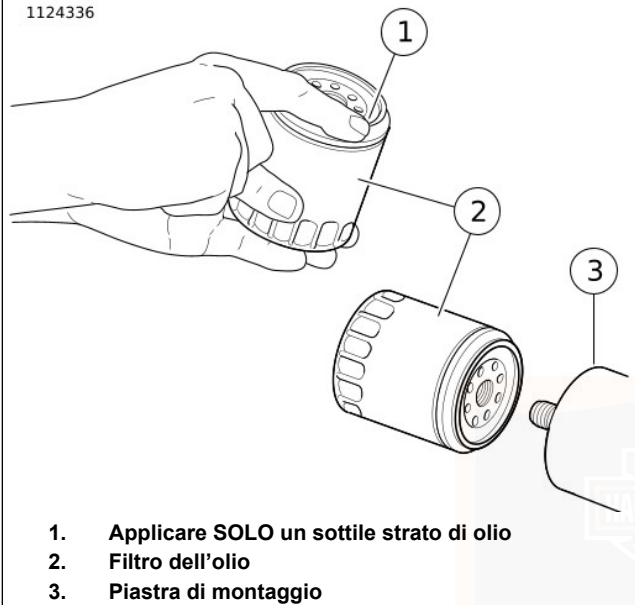

Figura 49. Applicazione di un velo di olio
7. Vedere Figura 49. Installare il **nuovo** filtro dell'olio.